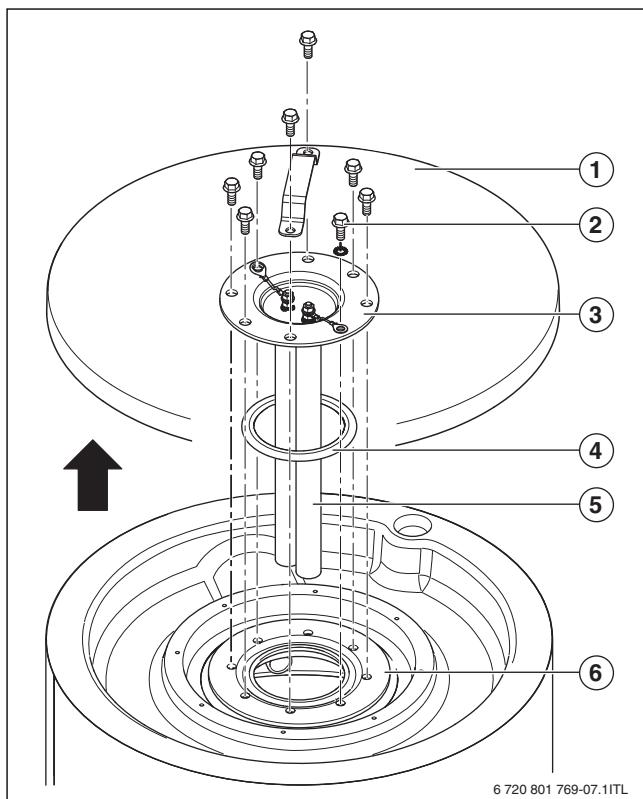

Fig. 17 Desmontar la tapa del registro de acceso manual SU54/5
- ▶ Retirar la tapa del revestimiento PS (SU54/5) (→ fig. 17, pág. 33, [1]) o el recubrimiento de la tapa del punto de acceso manual (SU80/5, SU100/5) (→ fig. 18, pág. 33, [1]) del acumulador de agua caliente.
- Desmontar la tapa del registro de acceso manual (→ fig. 17, pág. 33) si aún no se ha hecho.